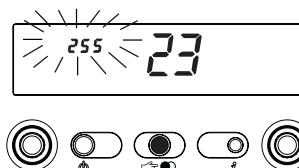

Fig. 77
- R.A.I. - MIX R.S.I.: vire o seleccionador de temperatura da água do circuito sanitário até o valor lido no display atingir 255 (fig. 77)